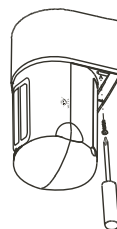

Fig. 18
5. Sensor mit der Schraube im Halter fixieren. Abb. 18